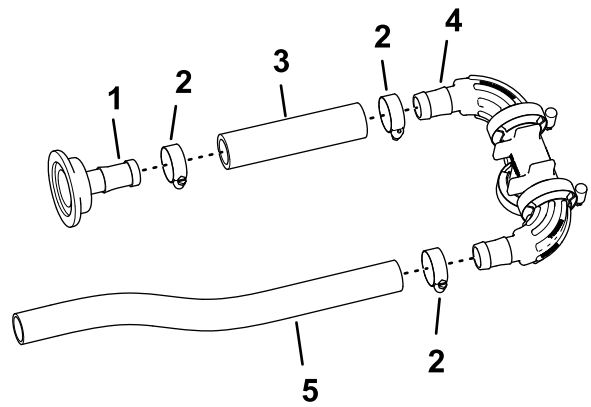

Figura 90
2. Conecte el otro extremo de la manguera (1" x 5 3/4") en el acoplamiento dentado del distribuidor con una abrazadera, según se muestra en Figura 90, y apriete la abrazadera a mano.
3. Conecte la manguera (1" x 16") al otro acoplamiento dentado del distribuidor con una abrazadera, y apriete la abrazadera a mano (Figura 90).
1. Conecte la manguera (1" x 5 3/4") en el acoplamiento dentado recto (1" x 2") con una abrazadera (3/4" a 1 1/2"), y apriete la abrazadera a mano (Figura 90).